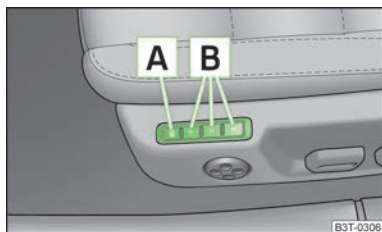

Fig. 55
La función Memory para el asiento del conductor ofrece la posibilidad de memorizar la posición individual de asiento del conductor y del espejo retrovisor exterior. Puede asignarse una posición de ajuste a cada una de las tres teclas de memoria **B** » fig. 55.
- » Pulsar la tecla **SET** **A** » fig. 55.
- » Pulsar la tecla de memoria deseada **B** » fig. 55.
- » Pulsar brevemente la tecla de memoria deseada **B** » fig. 55.
- » Pulsar y mantener pulsada una tecla cualquiera de la memoria **B** » fig. 55 de la página 70. Una vez de que el asiento haya adoptado la posición guardada en la tecla correspondiente, pulsar simultáneamente la tecla **⏏** de la llave de radiotelemando dentro de los 10 segundos siguientes.
- » Pulsar la tecla **SET** **A** » fig. 55 de la página 70 y mantener pulsada. Pulsar simultáneamente la tecla **⏏** en la llave de radiotelemando al cabo de 10 segundos.